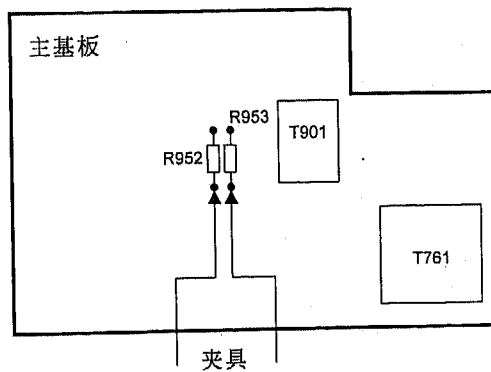

图 1
5. 把设定开关关掉，然后把图3所示的夹具接在图1所示的R952, R953处。